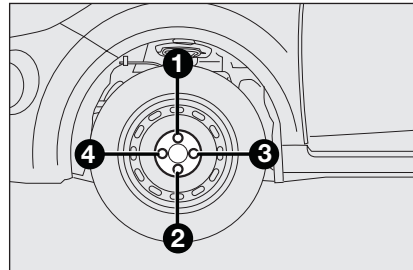

fig. 8
- ☐ serrez totalement les boulons, en passant alternativement d'un boulon au boulon opposé, en suivant l'ordre indiqué sur la **fig. 8**.
- ☐ En utilisant la clé fournie, serrez totalement les boulons dans la séquence indiquée sur la **fig. 8**.